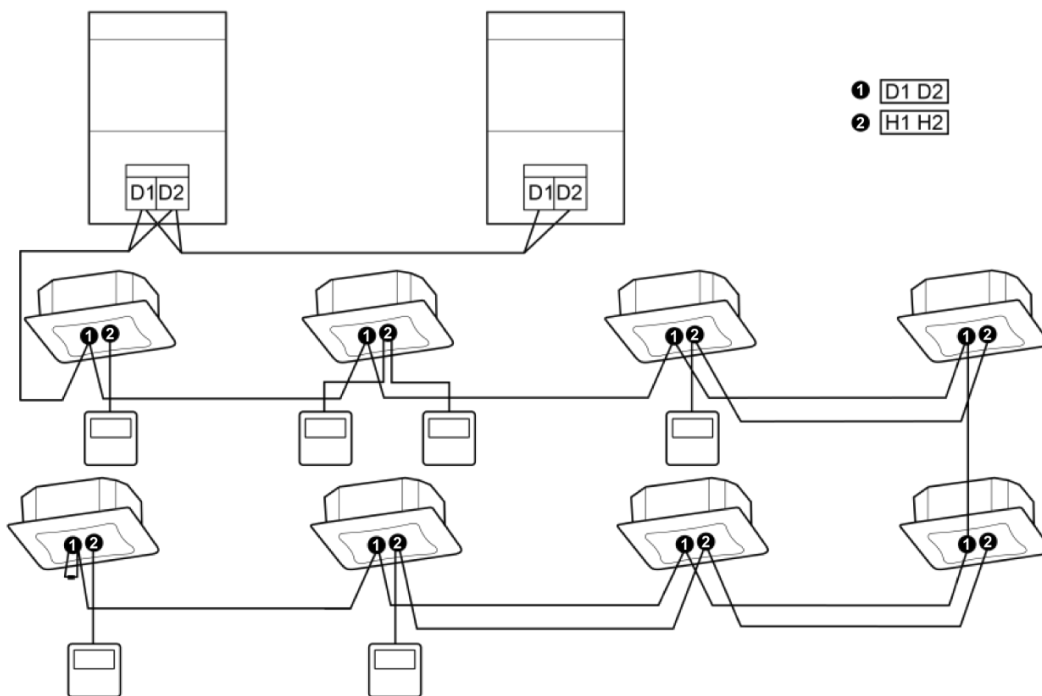

Fig.5.5
- (1) El cable de comunicación de la unidad interior y la unidad exterior (o unidad interior) está conectado a D1, D2.
- (2) El controlador por cable se conecta a H1, H2.
- (3) Una unidad interior puede conectar dos controladores cableados que deben configurarse como maestro uno y esclavo otro.
- (4) Un controlador con cable puede controlar un máximo de 16 unidades interiores al mismo tiempo (como se muestra en la Fig.5.5) deje de usarlo inmediatamente y póngase en contacto con el centro de servicio local para obtener asistencia.